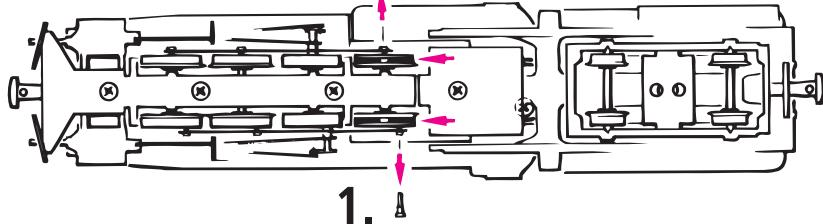

Fig. 6
4. Motorwechsel: Lokgehäuse abnehmen (Fig. 3). Danach wird der **Motor ausgebaut** und ausgewechselt (Fig. 6).
4. Remplacement du moteur: Démontez la caisse (voir fig. 3). Démontez ensuite le moteur (fig. 6).
4. Motor Changing: First **remove** loco body (fig. 3), and then the **motor** (fig. 6).